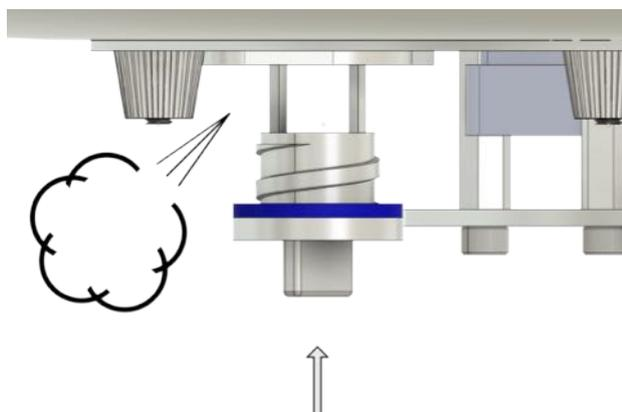

Fig. 4
5. Nach dem Entleeren der Ballonhülle den Drehverschluß wieder leicht handfest verschließen (Fig. 4)